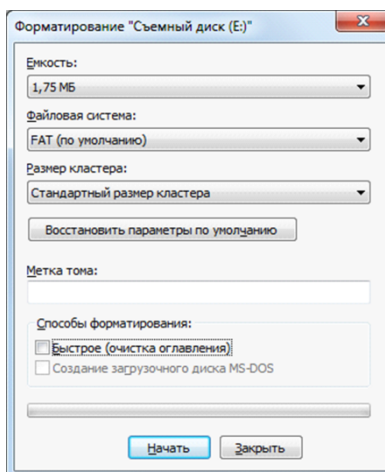

Рис. 6.17. Форматирование съемного диска
6. В открывшемся окне *Форматирование* нажмите кнопку *Начать* (рис. 6.17).